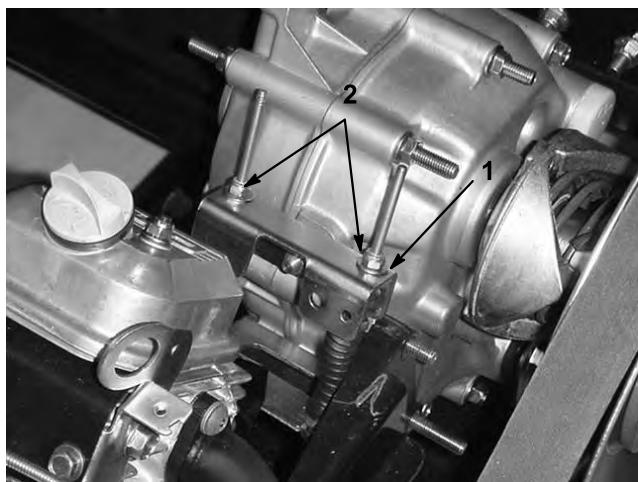

Figura 40
Durante l'esecuzione della manutenzione ordinaria e/o della diagnostica del motore, portate il transaxle in folle (Figura 40). Il veicolo è provvisto della posizione di folle sulla leva del cambio, che comanda la posizione di folle sul transaxle. Per accertarvi che la leva del cambio in folle agisca correttamente sulla posizione di folle del transaxle, osservate i punti sotto indicati.
2. Verificate che la staffa di folle si trovi in posizione di folle (orizzontale), girando la frizione della trasmissione (Figura 40). Il veicolo non deve spostarsi né avanti né indietro. In caso contrario, mettete manualmente la staffa di folle in posizione di folle.
3. Serrate un dado di bloccaggio (Figura 40) quanto basta per eliminare il gioco del cavo del cambio.